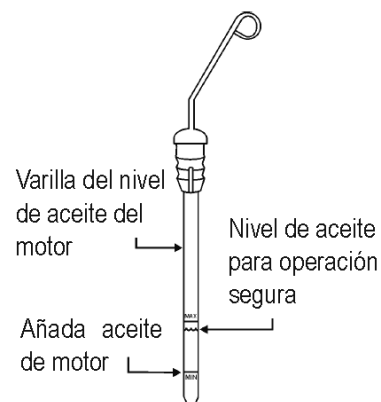

Figura 8. Varilla de nivel de aceite del motor
3. Verifique el nivel del aceite en la varilla (Figura 8)